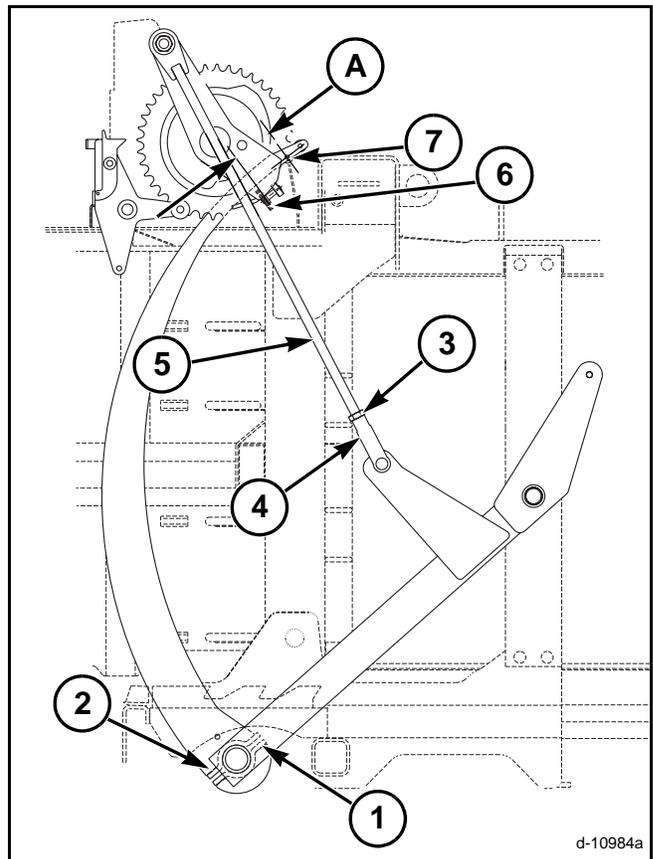

FIG. 70
FIG. 70: Si la distancia no es correcta en todas las agujas, ajuste la posición del portador de agujas. Afloje las contratuercas (3) a ambos lados. Ajuste la horquilla inferior (4) en ambas varillas de accionamiento de la aguja (5).